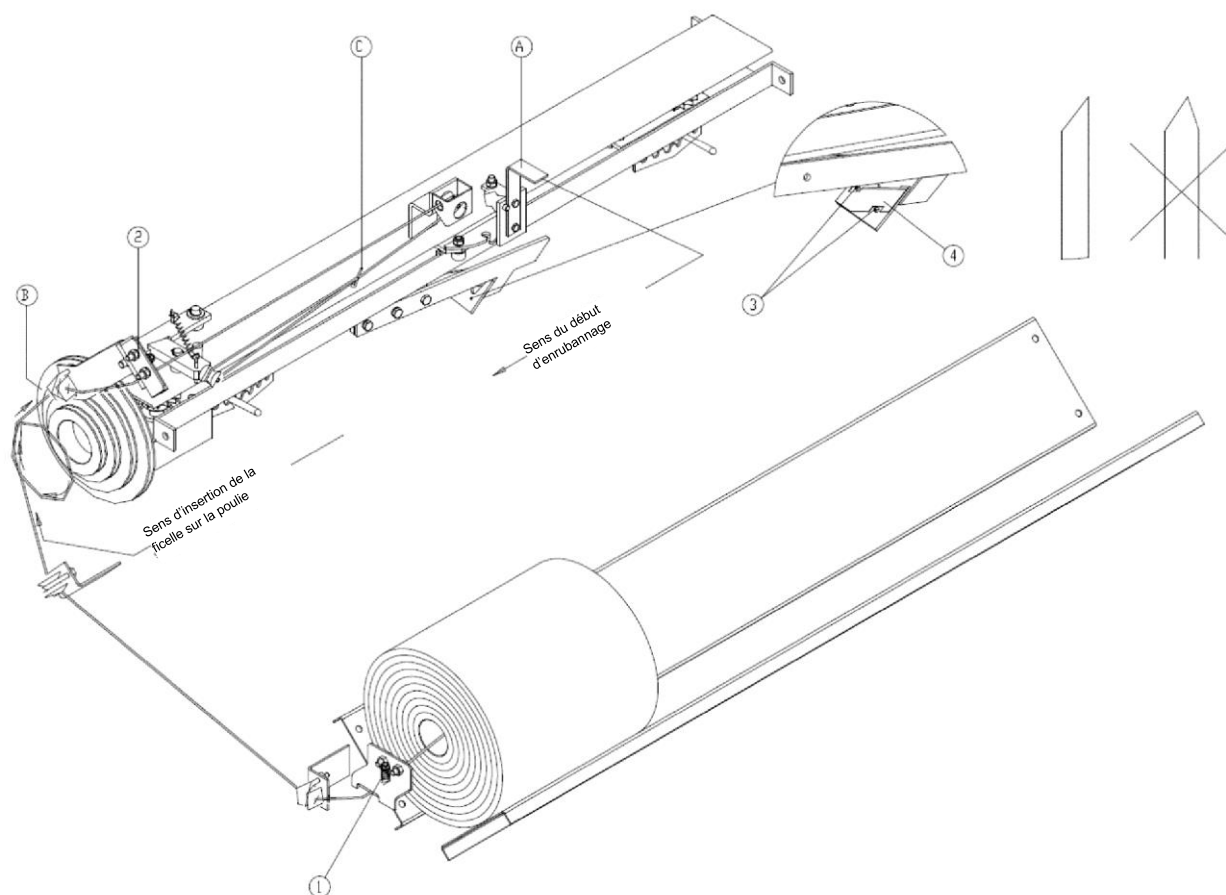

Figure 15. Piste de guidage de la ficelle
La densité d'enrubannage augmente avec l'augmentation du diamètre de la roue B (Figure 15). La densité d'enrubannage la plus élevée est obtenue en guidant la ficelle avec la roue de diamètre le plus grand.
Nettoyez la poussière à l'intérieur du distributeur de ficelle à l'endroit indiqué à la figure 15 en soufflant de l'air à basse pression en soulevant le capot du distributeur de ficelle. Dirigez la saleté vers l'ouverture de sortie.
Aiguissez le couteau comme indiqué sur la Figure 15. Pour démonter le couteau de coupe de la ficelle, desserrez les vis (3). Après l'aiguisage, fixez le couteau avec les vis (3).